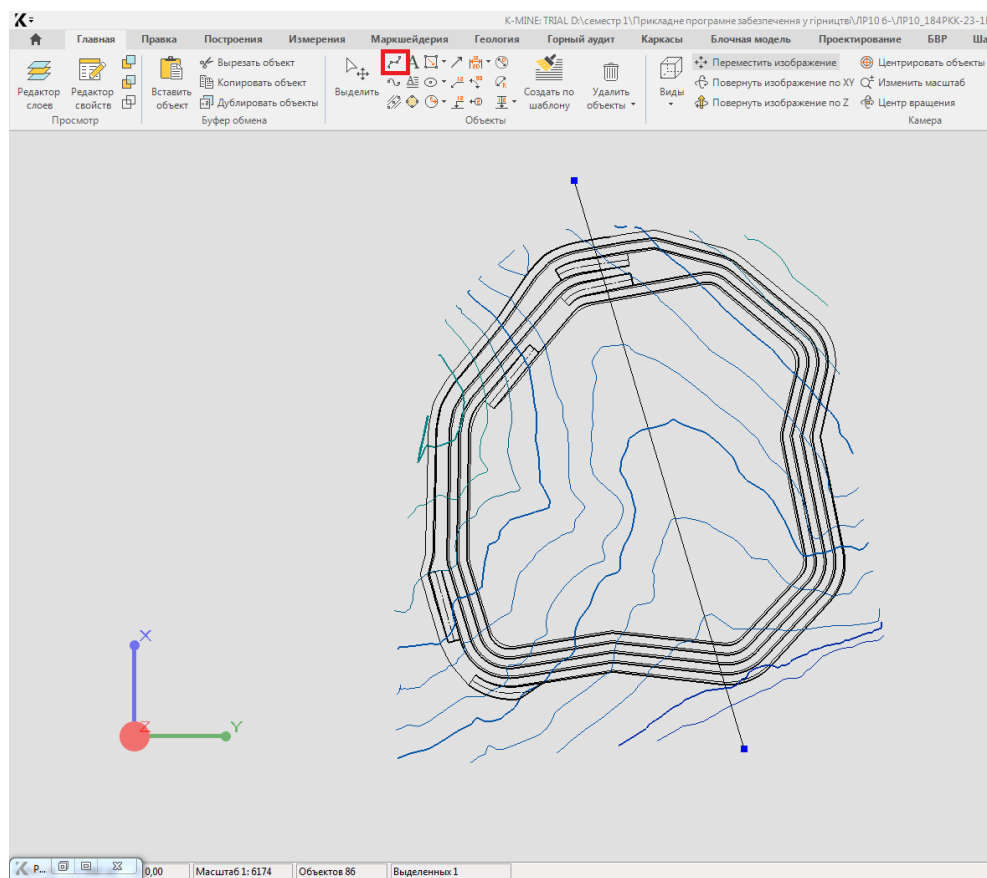

Рисунок 3.1 - Пример выполнения задания 4
4. За допомогою полілінії побудуйте лінію, по якій буде проходити майбутній розріз (рис.3.1).